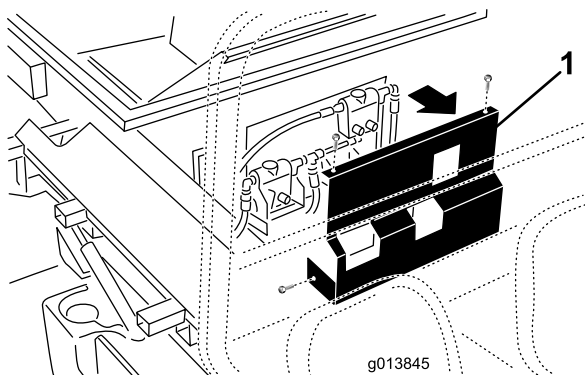

Figure 13
38. Sur la version SH, modèle 44701, retirez les fixations du couvercle sur l'avant du ProPass et écartez le couvercle (Figure 13).